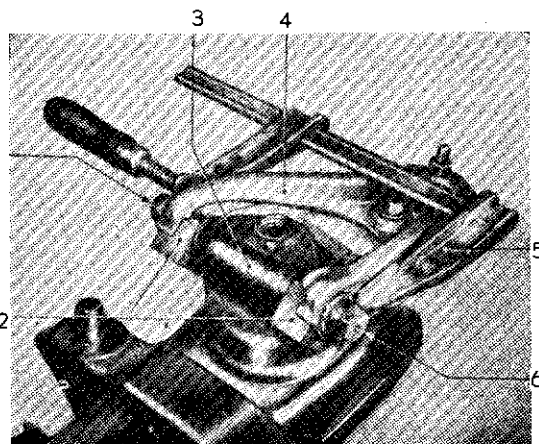

Fig. 66. — Serrage des bagues du triangle supérieur
- Poser une entretoise S-1146 de chaque côté de la traverse (figure 66).
- Serrer légèrement le triangle à l'aide d'une presse (figure 66).